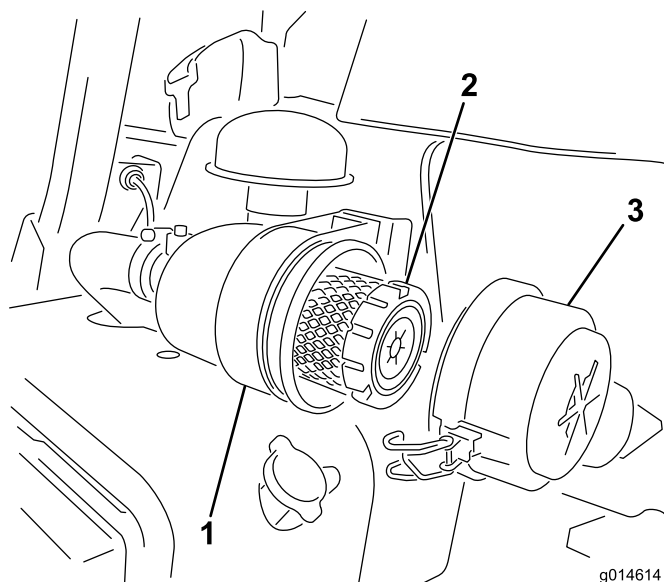

Figure 42
1. Desserrez les fixations qui maintiennent le couvercle sur le corps du filtre à air (Figure 42).
6. Fermez les verrous (Figure 42).